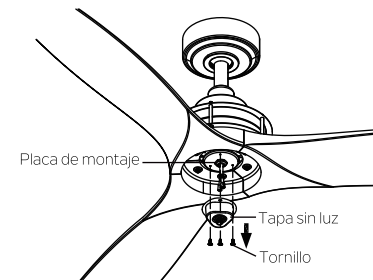

Fig. 22
**Paso 2.** Retire la tapa sin luz de la placa de montaje retirando los 3 tornillos, y guarde los tornillos para uso posterior. (Fig. 22)